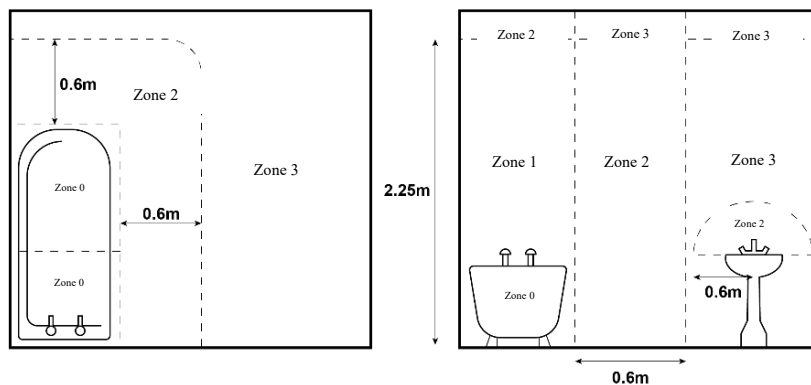

Abbildung 3
- Der RIO-Regler darf nicht in einen Heizkörper in ZONE 0 oder ZONE 1 (Zonendefinition IEC 60364-7-701 siehe Abbildung 3) eingebaut werden.